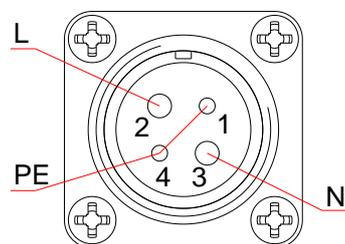

Рис.3.2
1) разъем «~ 220V 50/60Hz 16A» для подключения кабеля питания (разводка контактов на рис. 3.2);